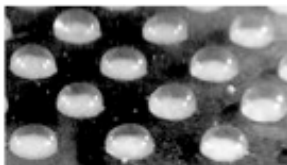

Abb. 1
8. Wenn der Timer ein Signal ausgibt, überprüfen Sie, ob alle Microdomes entnahmebereit sind: erhaben, klar, glänzend (Abb. 1).